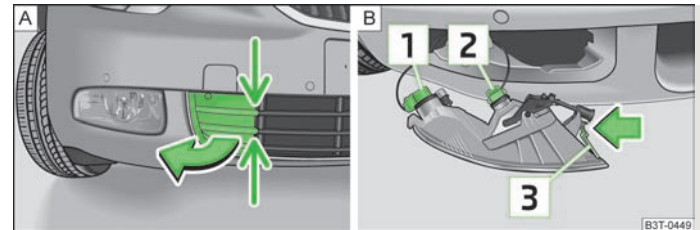

Abb. 191 Vorderer Stoßfänger: Abdeckung / Nebelscheinwerfer mit Tagfahrlicht
- › Die Abdeckung an den mit Pfeilen gekennzeichneten Stellen » Abb. 191 - **A** fassen und herausnehmen.
- › Die Hand in die Öffnung, in der sich die Abdeckung befand, führen und die Rastnase **3** » Abb. 191 - **B** drücken.